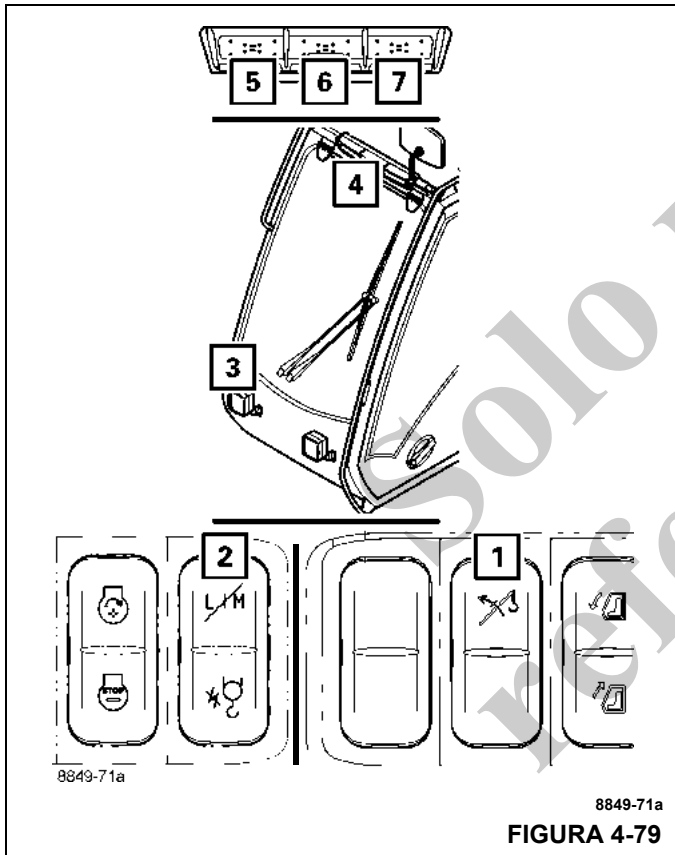

FIGURA 4-79
Las luces (5, Figura 4-79) a (7) de la barra de luces externa (4) se iluminan o destellan dependiendo del grado de utilización del RCL y la confirmación de los botones.